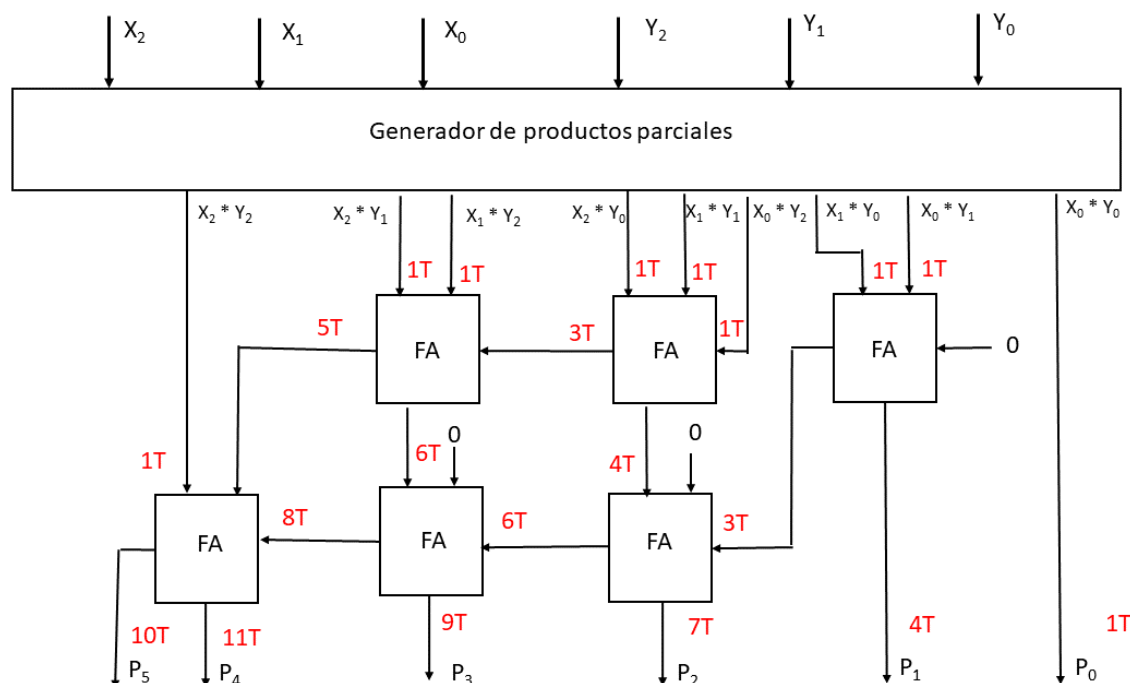

Figura 3. Multiplicador combinacional
- 4 (1 punto)** El circuito de la Figura 3 es multiplicador combinacional para números de 3 bits (X e Y) basado en sumadores completos FA implementados a según las funciones lógicas para la Suma y el Acarreo vistas en clase. Cada puerta lógica (independientemente de la función que realice) introduce un retardo de 0.5 ns.